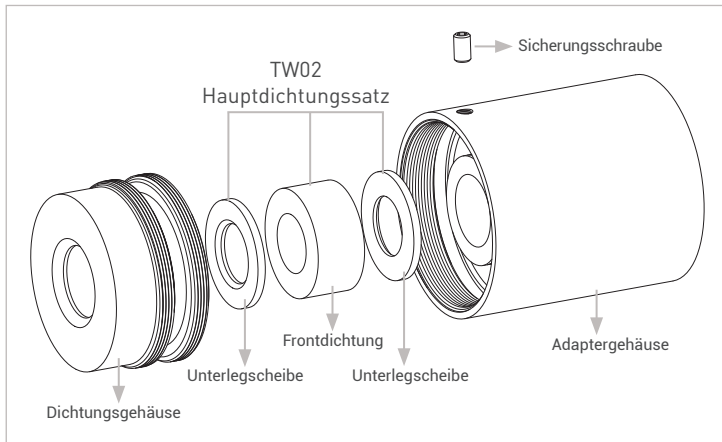

Abbildung 7
- ▶ Bauen Sie den neuen Hauptdichtungssatz, wie in der *Abbildung 7* beschrieben, in das Dichtungsgehäuse ein.